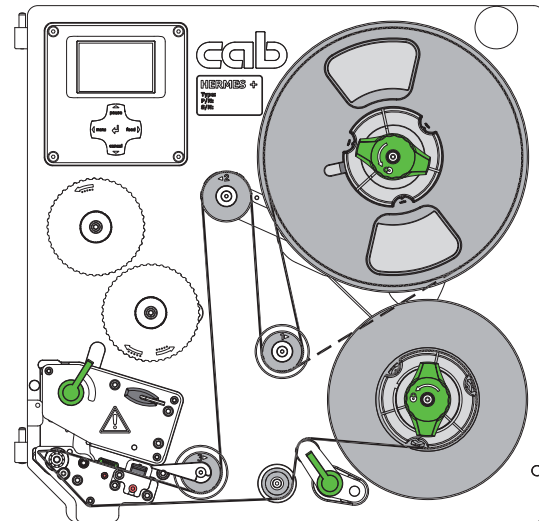

Figure 11 Passage des étiquettes
1. Tourner le levier (4) dans le sens inverse des aiguilles d'une montre pour déverrouiller la tête d'impression (2).
2. Écarter complètement le guide (6) vers l'extérieur en tournant le fuseau (7) avec le clé (8).
4. Guider le support d'étiquettes (5) d'après la figure 11 jusqu'au mécanisme d'impression. La ligne en pointillés représente les étiquettes à enroulement interne.
5. Guider le support d'étiquettes en passant dans la cellule de détection (3) jusqu'à l'arête de pré-décollement (1) et la pousser jusqu'à buter contre le châssis. La face à imprimer de l'étiquette doit être dirigée vers le haut.
6. Positionner le guide (6) en tournant le fuseau (7) jusqu'à buter contre la bande d'étiquettes.
7. Faire sortir les étiquettes au delà de l'arête de pré-décollement (1), afin que la bande traverse le système de tension de bande et atteigne l'enrouleur interne. Retirer de leur support les étiquettes dépassant de l'arête de pré-décollement.